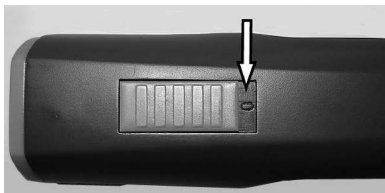

Fig. 4 Brytare i läge FRÅN ("0")
1. Kontrollera om det finns främmande partiklar och föroreningar på klippers kontakt (1) och på batteriet (2).
2. Säkerställ att klippers brytare är i läge OFF ("0") (fig. 4).
3. För in batteriet (2) i klippern (3) tills batterispärren (1) aktiveras på båda sidorna.
4. Sätt ner klippern med batteri (1) eller reservbatteri (2) ovanifrån utan kraft i laddningsöppningen på laddningsstationen.
6. Batteriet laddas. Under laddningstiden lyser kontrollampen rött (3). Så fort batteriet har laddats till 90% tänds den gröna kontrollampen och laddaren övergår till underhållsladdning.
1. Vrid brytaren till läge "0" (fig. 4).
2. Tryck på batterispärren (2) på båda sidorna inåt och dra ut batteriet (1) ur klippern.